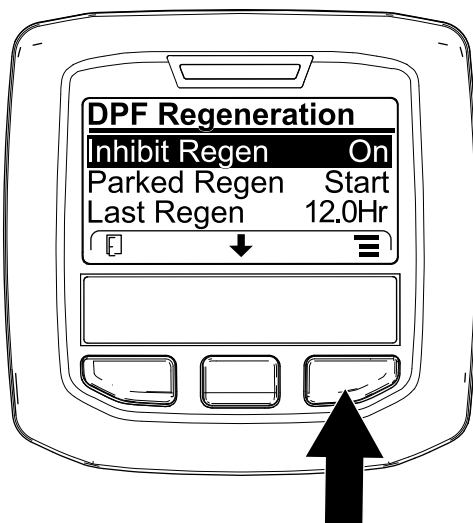
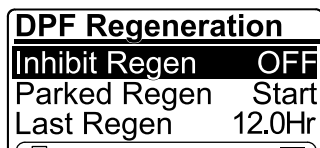

図 30
図 31
1. DPF Regeneration メニューで、中央ボタンを押して再生禁止 INHIBIT REGEN オプションに移動し、右ボタンで中に入る 図 30。
2. 右ボタンを使って、設定を ON から OFF 図 30 または OFF から ON に変える 図 31。